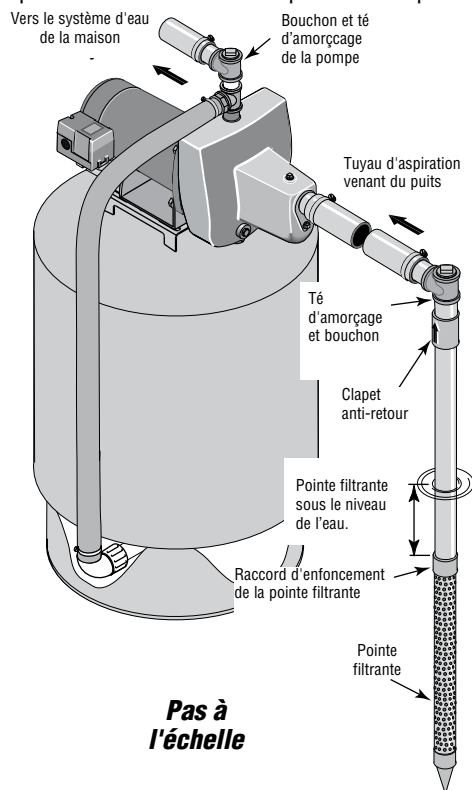

Figure 1 : Installation avec une pointe filtrante
INSTALLATION DE LA POINTE FILTRANTE (Figure 1)
- 3 ° Utiliser le moins possible de raccords (en particulier des coudes) lorsque l'on branche la tuyauterie de la pointe filtrante sur l'orifice d'aspiration de la pompe. Le diamètre du tuyau d'aspiration doit être au moins aussi grand que le diamètre de l'orifice d'aspiration de la pompe (y compris le clapet anti-retour si la pompe n'en comporte pas un - voir la Figure 1). Supporter le tuyau de façon qu'il ne soit pas cintré afin qu'il n'exerce pas de contraintes sur le corps de la pompe; de plus, il doit être légèrement incliné vers le haut, du puits jusqu'à la pompe (les points hauts risquent de causer des poches et des bouchons d'air dans la pompe). Rendre étanches les joints du tuyau d'aspiration avec du ruban d'étanchéité en PTFE pour filetage. Les raccords doivent être étanches à l'air et à l'eau. *Si le tuyau d'aspiration aspire de l'air, la pompe ne pompera pas l'eau du puits.* Si une pointe filtrante ne fournit pas suffisamment d'eau, considérer brancher deux ou trois pointes filtrantes sur un même tuyau d'aspiration.